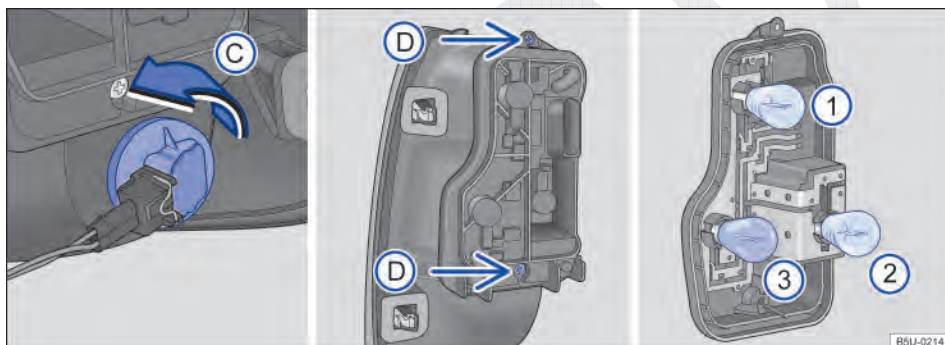

Fig. 195 Lanterna traseira desinstalada: remoção da lâmpada da lanterna de neblina, desinstalar o suporte de lâmpadas e localização das lâmpadas no suporte.
5 a.	Quando disponível, desencaixar o conector de alimentação da lâmpada da lanterna de neblina. Girar o conector no sentido da seta ⇒ Fig. 195 C.
7.	Remover os parafusos de fixação do suporte de lâmpadas ⇒ Fig. 195 D.
9.	Para remover as lâmpadas incandescentes queimadas ①, ②, ③ e da lanterna de neblina C, pressionar a lâmpada contra o suporte e girar, ao mesmo tempo, no sentido anti-horário.
15 a.	Quando disponível, encaixar o conector de alimentação da lâmpada da lanterna de neblina. Girar o conector no sentido contrário da seta ⇒ Fig. 195 C.
A localização e a identificação das lâmpadas incandescentes ⇒ Fig. 195 estão relacionadas a seguir: